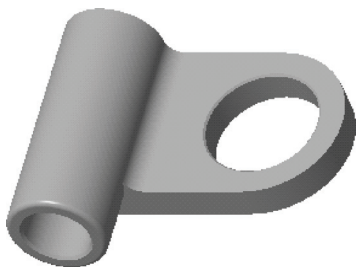

图 11-15 装配第一个零件
STEP 01 单击快速访问工具栏中的“新建”按钮，新建一个装配文件；在功能区选项板的“模型”选项卡中，单击“元件”面板中的“组装”按钮，装配第一个零件，如图11-15所示。